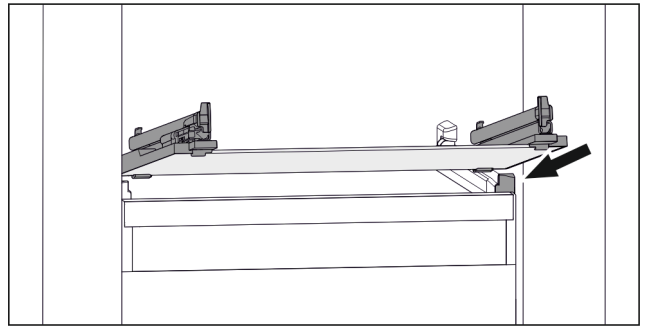

Fig. 111 Beispielhafte Darstellung der Glasplatte
- ▶ Glasplatte schräg hinter den Stopperrn aufsetzen. (zie Fig. 111)